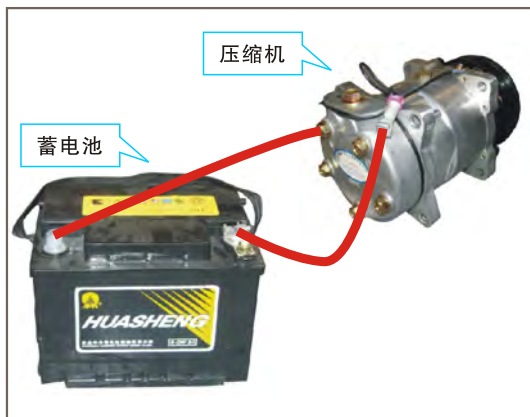

图8-23 检查电磁离合器是否工作
④ 将正极(+)导线从蓄电池连接到端子上检查电磁离合器是否啮合,若电磁离合器不啮合,则应更换线圈。(如图8-23)。